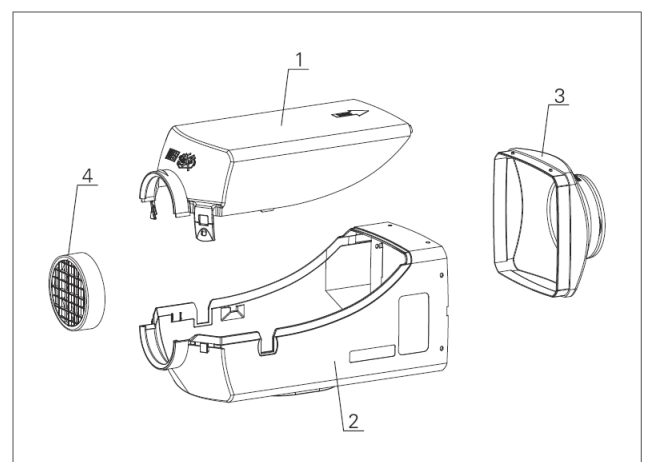

Abbildung 15
Das Schema des Kraftstoffversorgungssystem ist in Abbildung 15 gezeigt.
6.4.1 Die Kraftstoffförderpumpe muss in der mitgelieferten Gummiaufnahme befestigt werden, um die Übertragung von Vibrationen zu vermeiden. Die Auslassseite (siehe Pfeil auf Pumpe) muss 45-95° nach oben geneigt sein. Wenn möglich, sollte die Kraftstoffleitung zwischen Pumpe und Heizgerät ansteigen (siehe Abb. 15).